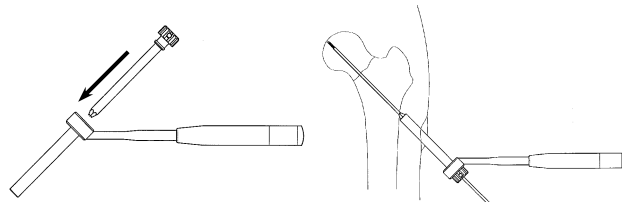

図 1
- 骨折部の整復後、遠位の SB フィックスが正面像でカルカー上、軸射像で頸部中央に導入されるよう刺入位置を決定します。刺入点より近位に 20～30mm 程縦切し、ドリルスリーブ及びガイドピンスリーブ（2.4GP 用）を介して 2.4 ガイドピンを骨頭軟骨下骨直下まで刺入します。（図 1）